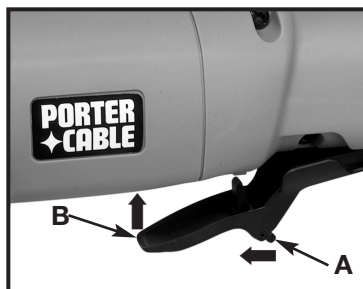

Fig. 1
3. Siga adelante en el (A) Fig. 1 de palanca de liberación de interruptor 1 como usted aprieta la raqueta (B) de interruptor para girar el instrumento “EN”.